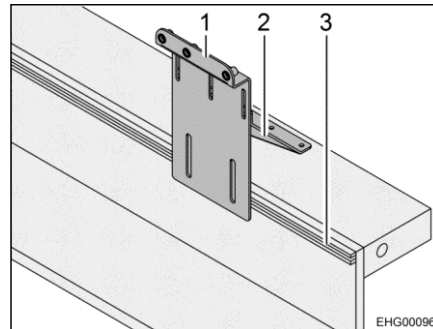

Fig. 1 Supporto per la ruota di scorta (sui guida di ancoraggio)
- Montare il supporto (Fig. 1,1) con le viti ad alette fornite in dotazione sulla guida di ancoraggio (Fig. 1,3).
- Montare la lamiera angolare (Fig. 1,2) con le viti autofilettanti fornite in dotazione sulla parte posteriore del garage.